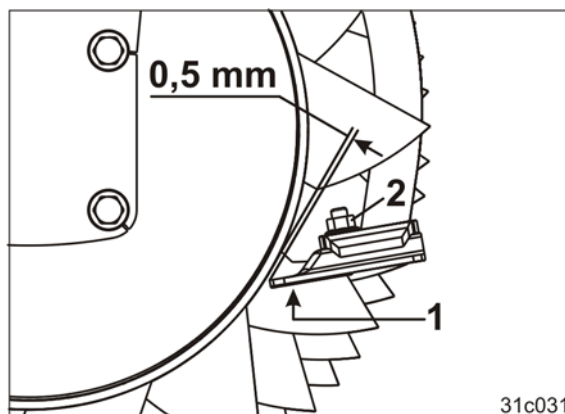

Fig. 168
4. Desfaceți șurubul (Fig. 168/2).
5. Înșurubați răzuitoarea (Fig. 168/1) cu o distanță de 0,5 mm față de țeava tăvălugului.